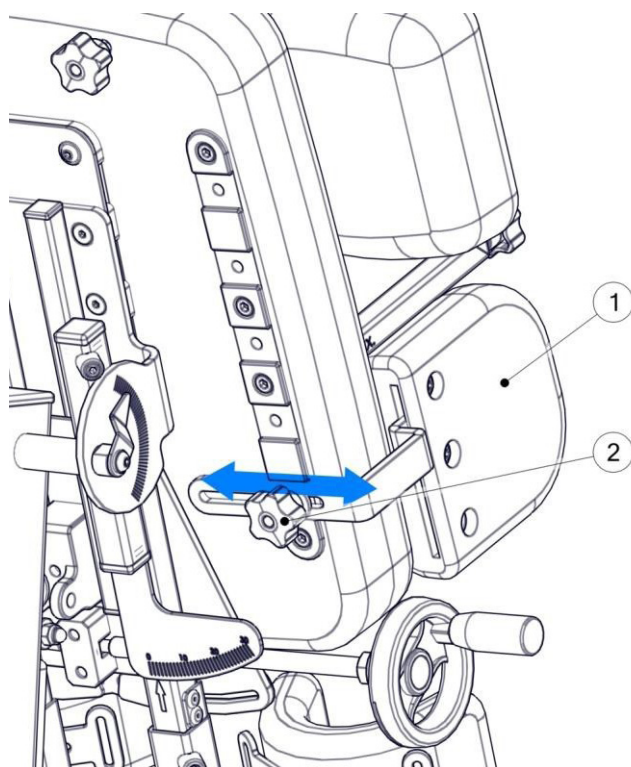

рис. 8
Чтобы отрегулировать упоры для бёдер по ширине, ослабьте барашек(2) (не нужно полностью отворачивать барашек), установите упор (1) в требуемое положение и затяните барашек (2). Рис. 8.